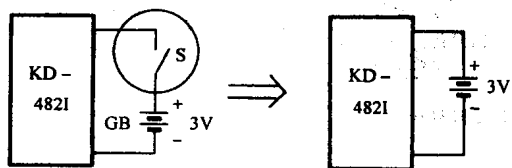

图 1-4
(4) 由于 KD-482I 的静态电流极小, 仅为 $2\sim 5\mu\text{A}$, 因此可以免去电源开关, 使制作更加简便(见图 1-4)。